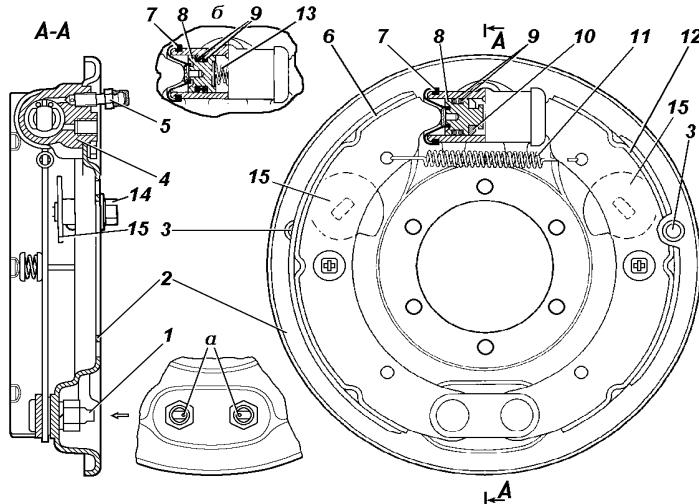
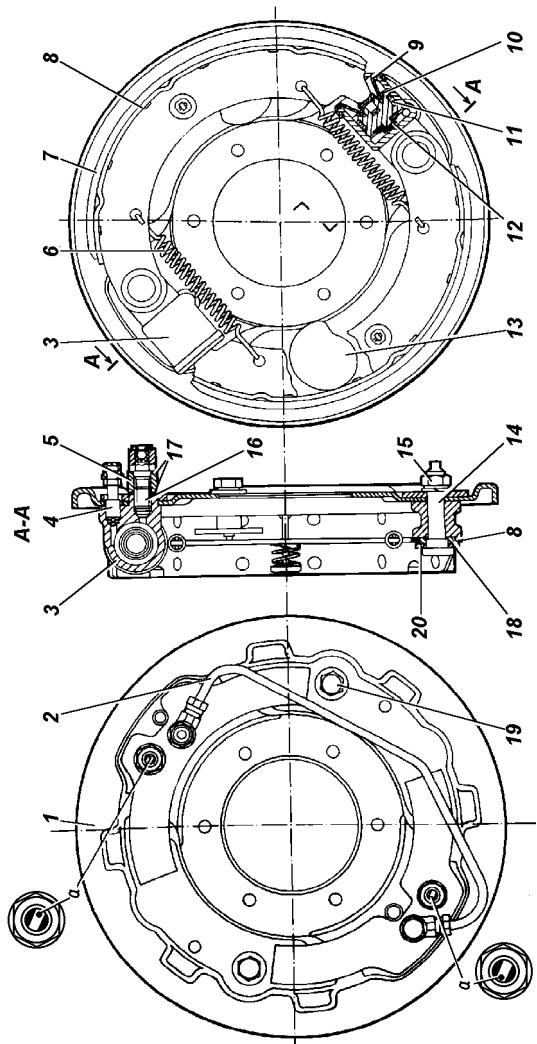

Рис. 9.58. Тормоз заднего колеса:
Рис. 9.59. Тормоз переднего колеса (для мостов, приведенных на рис. 9.46):
**Барабанные тормозные механизмы задних колес (рис. 9.58) и барабанные тормозные механизмы передних колес (рис. 9.59).**
2. Вращайте колесо постепенно и поворачивайте болт 14 (см. рис. 9.58) или 19 (см. рис. 9.59) регулировочного эксцентрика до тех пор, пока колесо не затормозится.